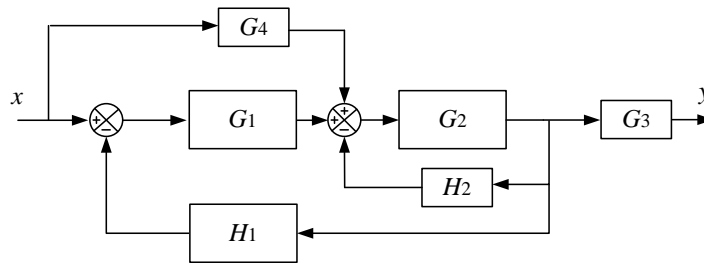
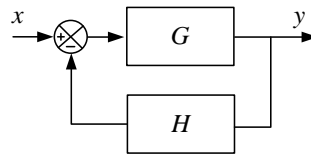

Figura 1
Figura 2
13.- Para el diagrama de bloques de la figura 1 se pide:
b) Funciones de transferencia de los bloques G y H del diagrama normalizado de la figura 2 en función de los bloques G_1, G_2, G_3, G_4, H_1 y H_2 de la figura 1.